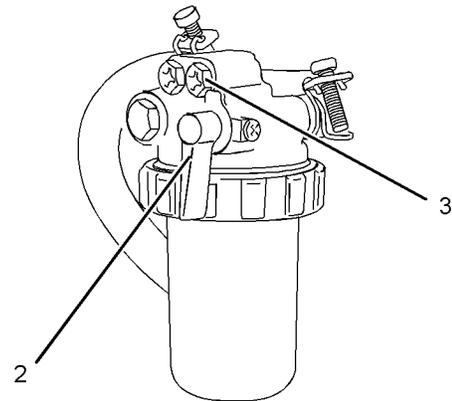
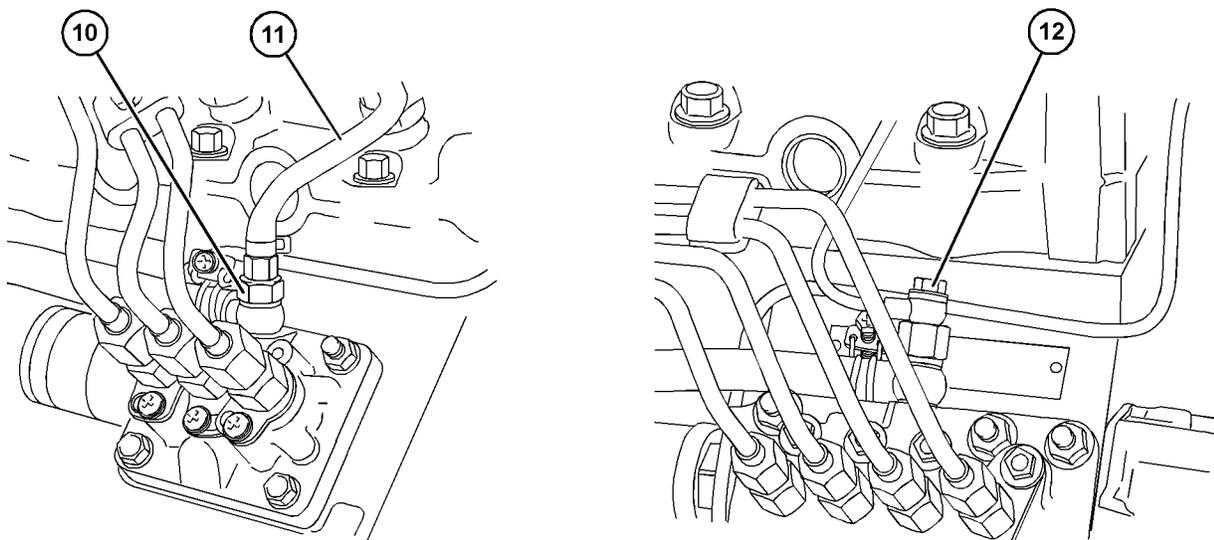

Abbildung 65
Abbildung 69
1. Sicherstellen, dass sich das Kraftstoffventil (2) für den Kraftstofffilter mit einem Einsatz in der Stellung ON (EIN) befindet. Siehe Abbildung 65 .
3. Die handbetätigte Entlüftungspumpe (6) betätigen. Die Entlüftungsschraube festziehen, sobald Kraftstoff ohne Luft aus der Entlüftungsschraube fließt.
4. Den Anschluss (10 oder 12) an der Kraftstoffeinspritzpumpe lösen. Siehe Abbildung 69 .
**Anmerkung:** Die Kraftstoffrücklaufleitung (11) muss zum Entlüften des Kraftstoffsystems u. U. entfernt werden.
3. Die Leitungsentlüftungspumpe (7) betätigen. Die Entlüftungsschraube festziehen, sobald Kraftstoff ohne Luft aus der Entlüftungsschraube fließt.
3. Die elektrische Entlüftungspumpe (8) in Betrieb nehmen. Die Entlüftungsschraube festziehen, sobald Kraftstoff ohne Luft aus der Entlüftungsschraube fließt. Die elektrische Entlüftungspumpe ausschalten.
4. Die Anschlussschraube (10 oder 12) an der Kraftstoffeinspritzpumpe lösen. Siehe Abbildung 69 .
5. Die elektrische Entlüftungspumpe (8) in Betrieb nehmen. Sobald Kraftstoff ohne Luft an den Anschlüssen austritt, die Anschlussschraube wieder festziehen. Wenn sie zuvor entfernt wurde, die Kraftstoffrücklaufleitung (11) anschließen.
3. Die Kraftstoffförderpumpe (9) betreiben. Die Entlüftungsschraube festziehen, sobald Kraftstoff ohne Luft aus der Entlüftungsschraube fließt. Die Kraftstoffförderpumpe stoppen.